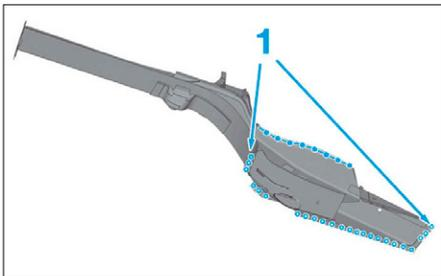
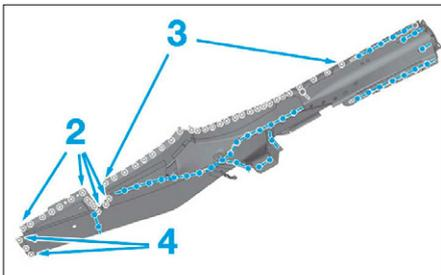

FIG. 215
FIG. 216
- Tracer puis percer au Ø 6,5 mm pour un soudage ultérieur par points bouchons en (1), (2), (3) et (4) (Fig.215) et (Fig.216).